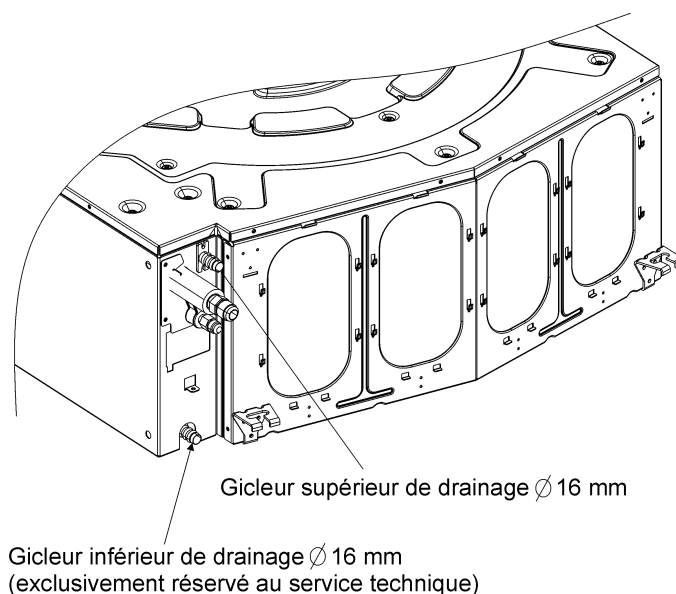

Fig. 13. Connecteur de drains \varnothing 16 mm
- C. L'unité MD comprend une pompe de drainage avec contrôle de niveau, capable d'élever les eaux de condensation jusqu'à 60 cm au-dessus du niveau inférieur de l'appareil. Le drain est relié au gicleur supérieur de drainage (cf. fig. 13).